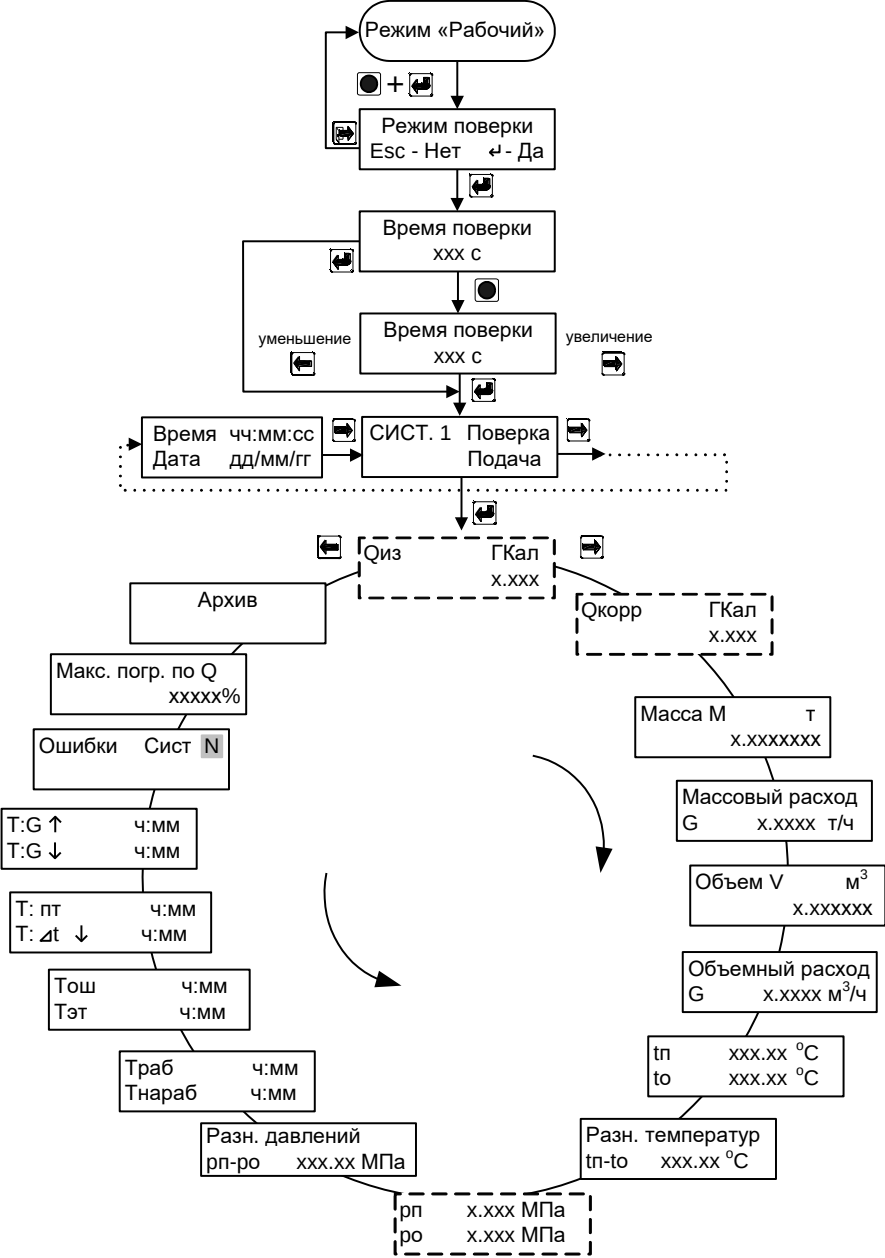

Рис. 7.3
6.4.1 Для входа в режим работы теплосчетчика «Поверка» необходимо, находясь в любом меню режима «Рабочий», **одновременно** нажать кнопки «**служебная**» и «**вход**». Для выхода из режима поверки необходимо, находясь в любом меню режима «Поверка», **одновременно** нажать кнопки «**служебная**» и «**выход**». Порядок перехода между окнами режима «Поверка» изображен на Рис. 7.3.